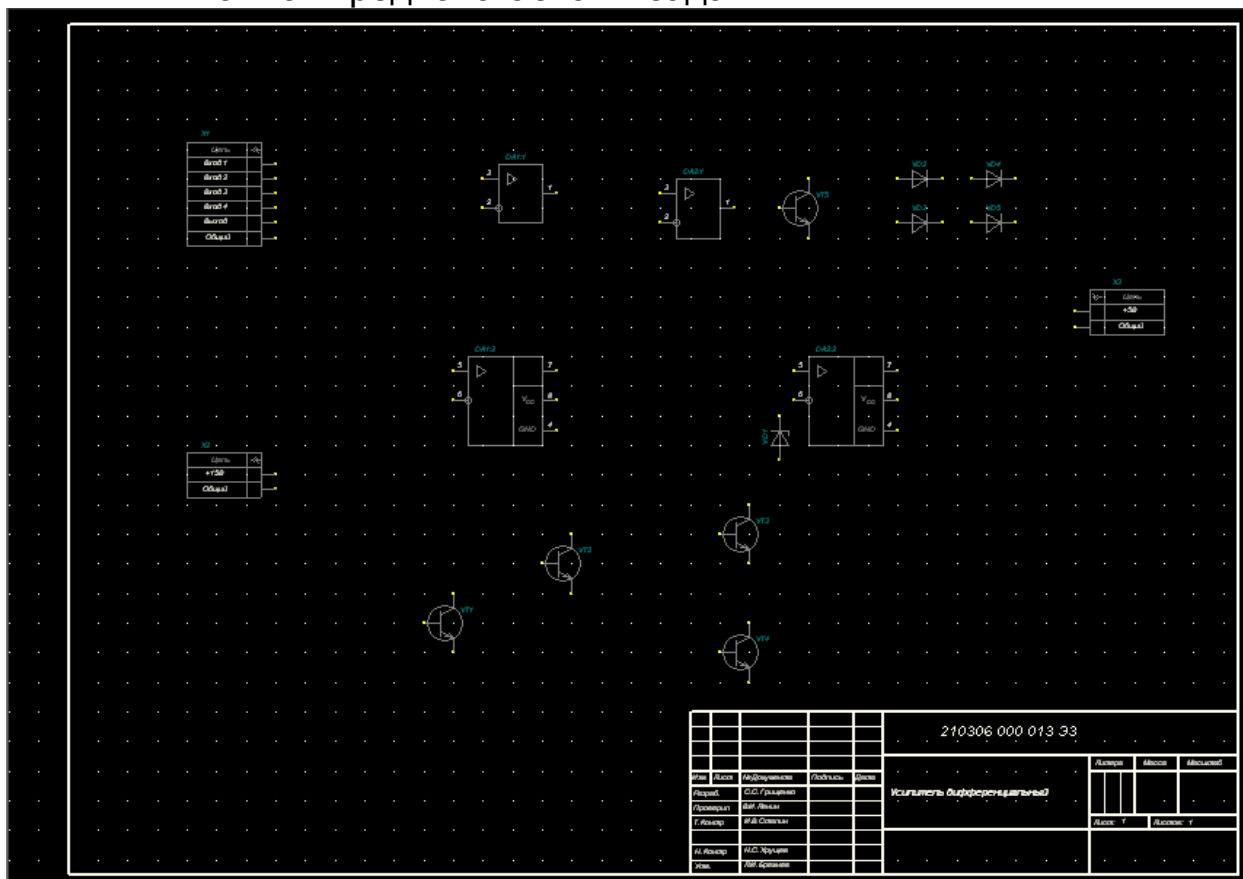

Рис. 11 Размещение диодов (Grid=10mm)
- 6.5 Для размещения выпрямительных диодов выполните те же действия что и в предыдущих пунктах, только в библиотеке выберите компонент **DIODE** (рис. 11).